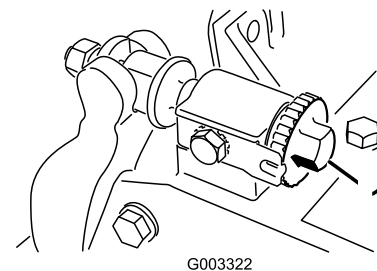
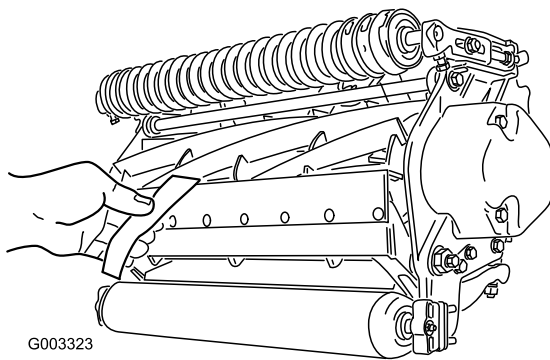

Figura 8
Figura 9
1. Coloque la máquina en una superficie de trabajo plana y nivelada. Asegúrese de eliminar el contacto con el molinete girando los tornillos de ajuste de la barra de asiento en el sentido contrario a las agujas del reloj (Figura 8).
- Importante:** Asegúrese de que las tuercas de los extremos de los tornillos de ajuste de la barra de asiento no están apoyadas en la superficie de trabajo (Figura 8).
3. En un extremo del molinete, inserte una tira de papel de periódico entre el molinete y la contracuchilla (Figura 9). Mientras gira el molinete lentamente hacia adelante, gire en el sentido de las agujas del reloj el tornillo de ajuste de la barra de asiento (Figura 8) en el mismo extremo del molinete, un clic a la vez, hasta que el papel quede ligeramente aprisionado cuando se inserta desde delante, paralelo a la contracuchilla. Se notará una ligera resistencia al tirar del papel.
5. Cuando termine el ajuste, compruebe si el molinete 'pellizca' un papel cuando se inserta desde delante, y si corta el papel cuando se inserta perpendicular a la contracuchilla (Figura 9). Debe ser posible cortar el papel con un contacto mínimo entre la contracuchilla y las cuchillas del molinete. Si se nota una resistencia excesiva del molinete, será necesario afilar o amolar la unidad de corte para conseguir los filos necesarios para un corte de precisión (consulte el Manual de afilado de molinetes de Toro (Sharpening Reel and Rotary Mowers, Impreso N° 80-300PT)).